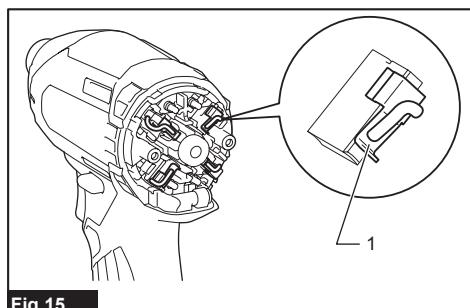

Fig.15
► Рис.15: 1. Углубленная часть 2. Пружина